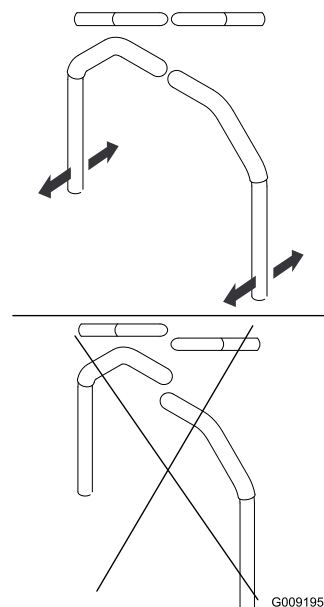

Figure 85
4. Réglez l'alignement avant/arrière des leviers en les plaçant tous deux à la position point mort, puis faites-les coulisser jusqu'à ce qu'ils soient alignés, et serrez les boulons (Figure 85).